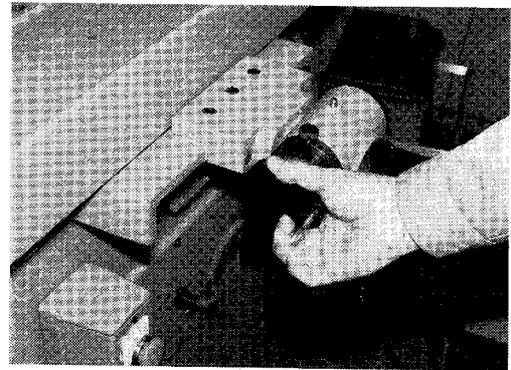

図1-18 切込みハンドル
③ バイト先端を砥石に接触させ、手で旋回ハンドルを回しながら、切込みハンドルを少しずつ回して研削する（図1-18）。
④ 両切れ刃に砥石が接触した時点で切込みをやめ、3～5回旋回し、スパークアウトして研削を完了する。
⑤ 投影器接眼プレートでバイトのコーナ半径が所定の形状に仕上がったかを確認する。